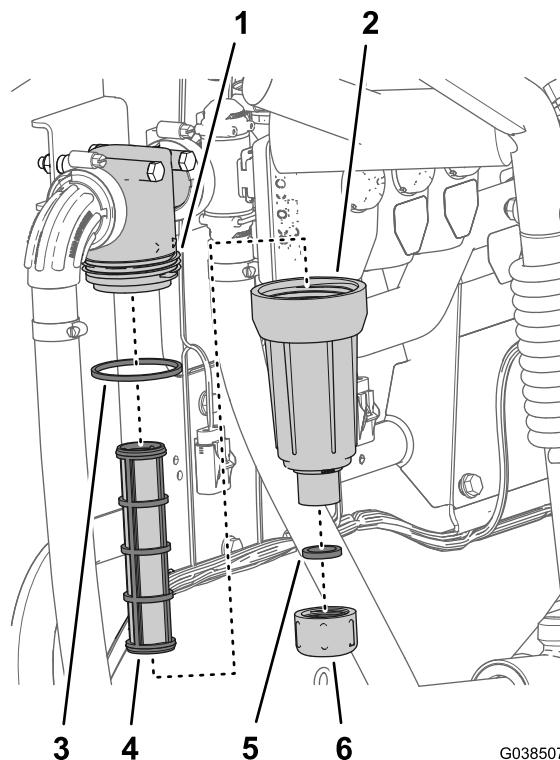

图110
2. 在压力式滤清器下放置一个排放盘图110。
3. 逆时针旋转排油盖然后将其从压力式滤清器的油碗中取出图110。
4. 逆时针旋转油碗然后将其从滤清器头中拿出图110。
5. 拆下旧压力式滤清器的滤芯图110。
6. 检查排油盖的O形圈在油碗的螺纹接头和油碗的O形圈是否有磨损和损坏图110。
7. 将新的压力式滤清器滤芯安装到滤清器头中图110。
8. 将油碗安装到滤头上并用手紧固图110。
9. 将排油盖安装到油碗上并用手紧固图110。